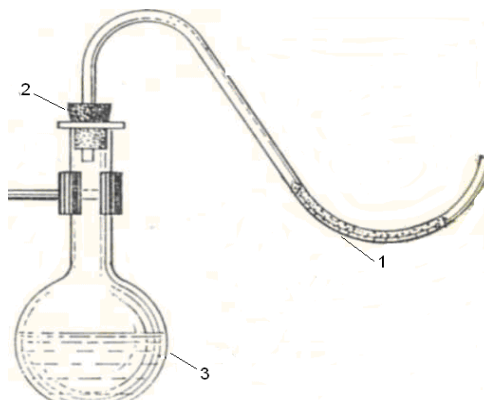

Рисунок 1. Прибор для восстановления оксида меди (II): 1 – изогнутая трубка, 2 – пробка, 3 – колба.
Небольшое количество остывшего оксида меди (II) поместите тонким слоем в изогнутую стеклянную трубку 1 (внутренний диаметр 6–8 мм), закрепленную в резиновой пробке 2 (рис. 1). Колбу 3 ёмкостью 100–150 мл закрепите в лапке штатива, налейте в нее 30–40 мл 2 М раствора серной кислоты. Внесите 2–3 кусочка цинка и закройте колбу пробкой с отводной трубкой, в которую был помещен оксид меди (II). Через 3–4 мин, когда воздух из прибора будет вытеснен водородом, нагрейте трубку с оксидом меди (II) слабым пламенем горелки. Как изменяется цвет осадка? Почему?
Определение производится с помощью прибора (рис.1), состоящего из измерительной бюретки (1) на 25...50 мл, двухколенной пробирки Оствальда (2) и уравнивательной склянки или бюретки (3).
1. В одно из колен пробирки Оствальда (2) поместите навеску металла, полученную у лаборанта.
3. Плотнo закройте пробирку Оствальда (2) пробкой и закрепите её в штативе.
4. Проверьте прибор на герметичность, для чего уравнительный сосуд (3) поднимите на 10...15 см и закрепите в этом положении. Если прибор герметичен, то уровень жидкости в нём остается постоянным. Если прибор не герметичен, проверьте, плотно ли закрыта пробирка Оствальда (2) пробкой.
5. Установите бюретку (1) и сосуд (3) таким образом, чтобы жидкость в них находилась на одном уровне. Отметьте положение уровня жидкости (мениска) в бюретке (1) – V_1 .
6. Осторожно поверните пробирку (2) так, чтобы кислота перелилась в колено, где находится металл.
7. После полного растворения металла приведите положение жидкости в бюретке (1) и сосуде (3) к одному уровню.
8. Точно отметьте положение мениска жидкости в бюретке (1) – V_2 . Определите объём выделившегося водорода.